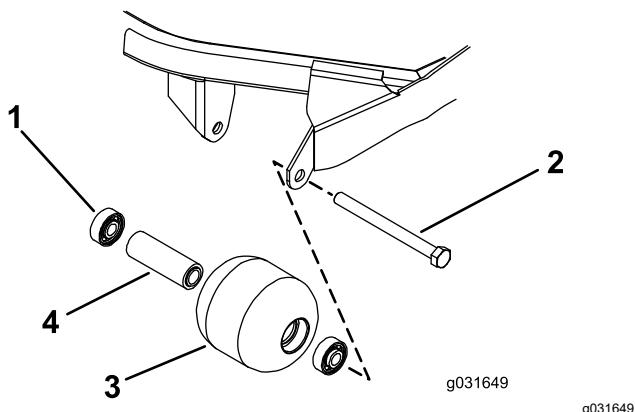

Figura 69
1. Rimuovete il bullone di montaggio del rullo (Figura 69).
4. Verificate la presenza di eventuali danni sull'alloggiamento, sui cuscinetti e sul distanziale del cuscinetto del rullo (Figura 69).
1. Premendo soltanto sulla pista esterna o, in misura uguale, sulla pista interna ed esterna, spingete il primo cuscinetto nell'alloggiamento del rullo (Figura 69).
2. Inserite il distanziale (Figura 69).
3. Premendo soltanto sulla pista esterna o, in misura uguale, sulla pista interna ed esterna, spingete il secondo cuscinetto nell'alloggiamento del rullo fino a quando non è a contatto con il distanziale (Figura 69).